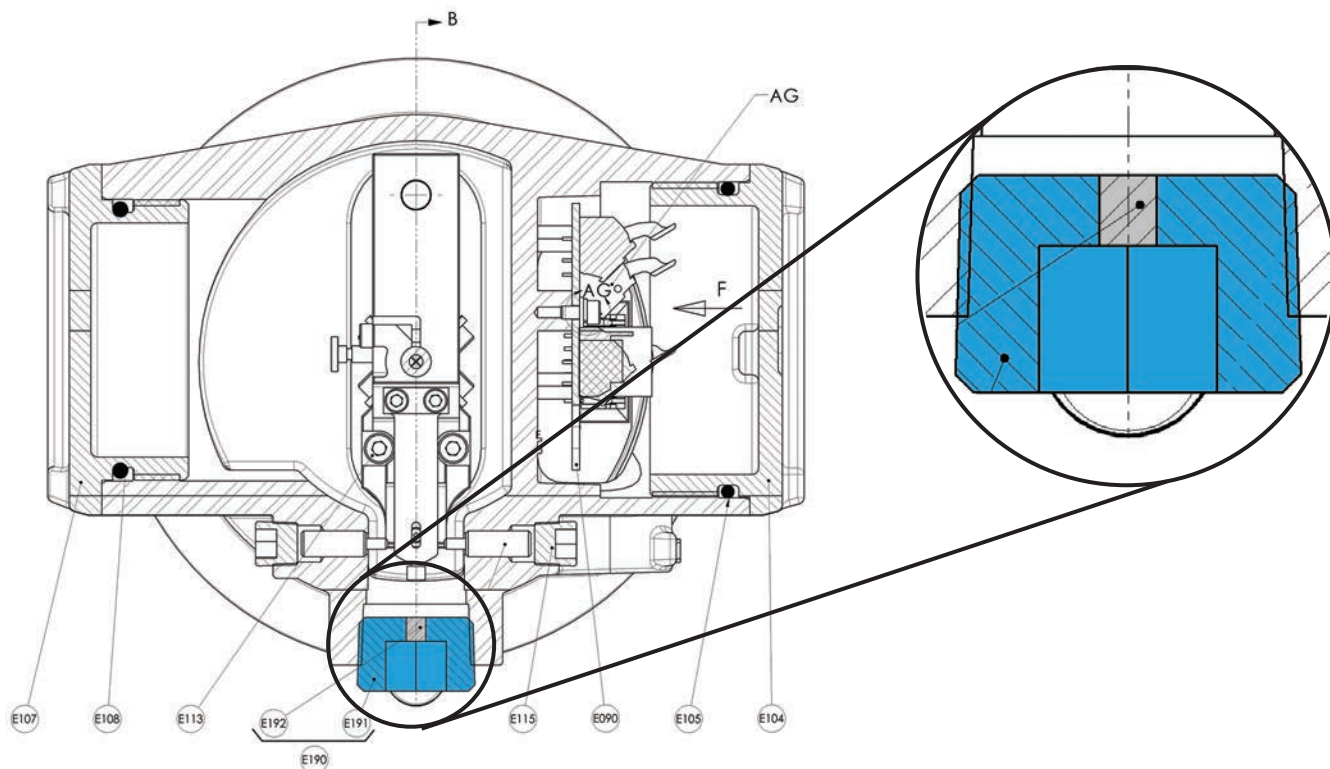

Figura 12 - Vista traseira em corte transversal da caixa 12400 DLT
- Atenção redobrada ao bocal azul (190) que inclui uma junta compressível (192). Este é um alívio de segurança projetado para prevenir qualquer sobrepressão dentro da carcaça devido a um vazamento no tubo de torque e para vedar a carcaça contra a entrada de poeira e água.
- Certifique-se de colocar o bocal azul (190) em uma área limpa e segura ao removê-lo para operações de manutenção ou calibração.
- Certifique-se de parafusá-lo no corpo do 12400 à profundidade correta, conforme mostrado na Figura 12, o que significa pelo menos 3 voltas após o engate dentro do conduto.
- Para alguns processos que envolvem fluidos ou gases perigosos, um tubo pode ser colocado no lugar do bocal (190) para evitar vazamentos do tubo de torque para fora. Este sistema NÃO deve aumentar a pressão dentro do corpo 12400 acima de 0,5 bar.